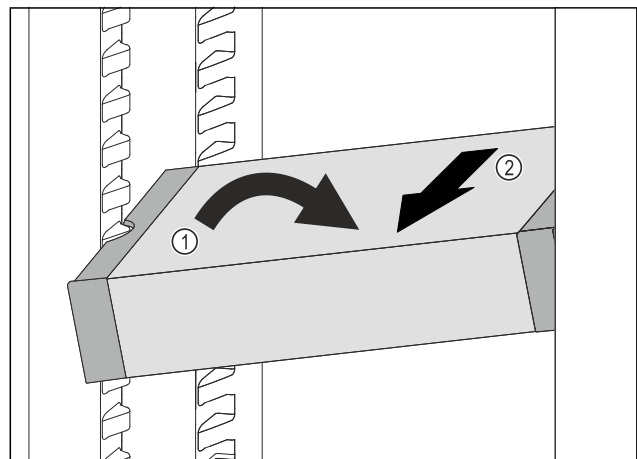

Fig. 104
- ▶ Incliner le VarioSafe dans la partie réfrigérateur. Fig. 104 (1)
- ▶ Sortir le tiroir VarioSafe par l'avant. Fig. 104 (2)